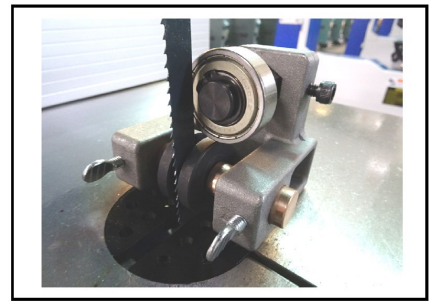

Figure 12
1. Réglez le roulement du guide-lame supérieur et inférieur à env. 0,5 mm de la lame. Assurez-vous que le roulement et le dos de la lame sont à env. 0,5 mm. (Reportez-vous aux Figures 12 et 13)